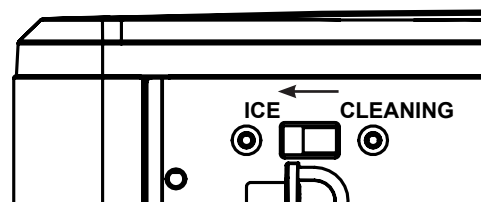

Figure 9
17. Lorsque vous avez terminé, faites glisser l'interrupteur arrière en mode "Ice" (Glace). Voir figure 9.